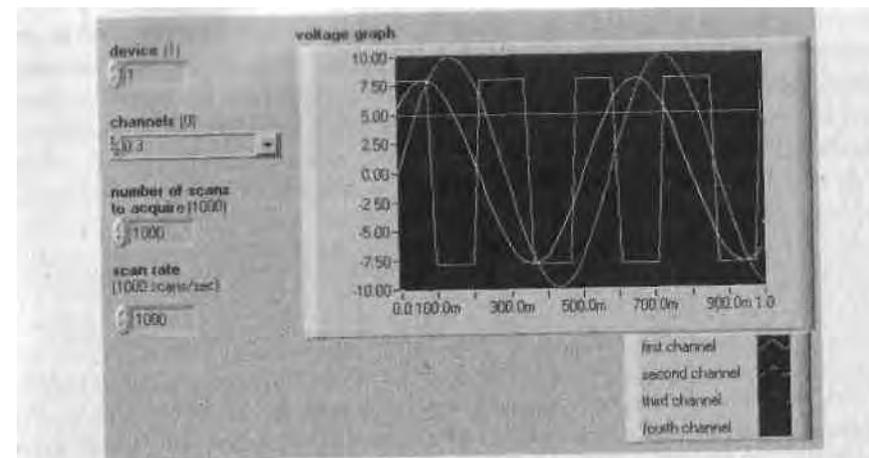

Рис. 11.19
2. Постройте лицевую панель и блок-диаграмму, как показано на рис. 11.19 и 11.20. Из контекстного меню графика выберите функцию **Игнорировать отметку времени** (Ignore Timestamp). Функция аналогового ввода возвращает массив осциллограмм - по одной для каждого канала.